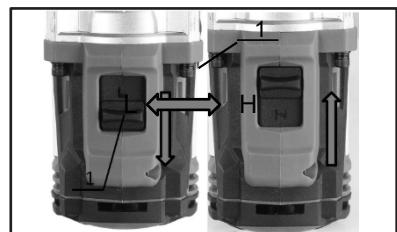

Fig. 3
- Se la velocità dell'utensile si riduce drasticamente durante il funzionamento con il selettori di velocità in posizione "H", spingere il selettori di velocità in posizione "L" e riavviare il funzionamento. (Fig. 3)